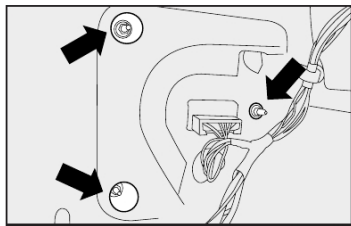

fig. 15
- 2) Usando uma chave em "L", não fornecida, retirar os parafusos e arruelas indicados pelas setas **fig. 15**.